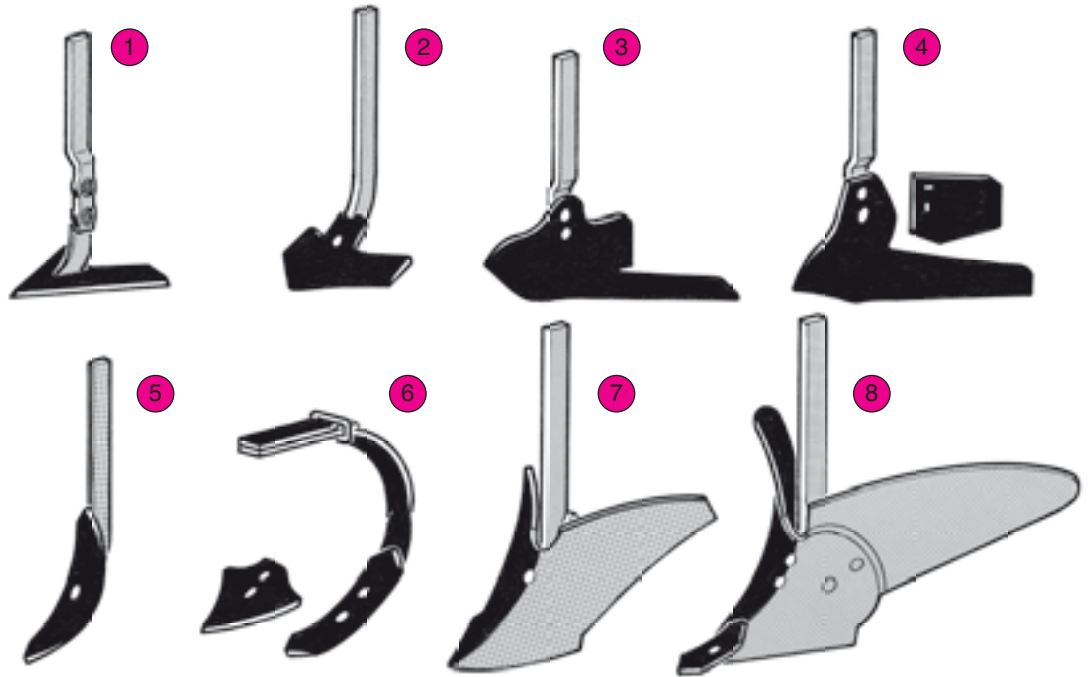

Fig. 26
• Pour bineuses SUPER-CROP F et V - Fig. 26
• For SUPER-CROP cultivators F and V - Fig. 26
• Per sarchiatrice SUPER-CROP F e V - Fig. 26